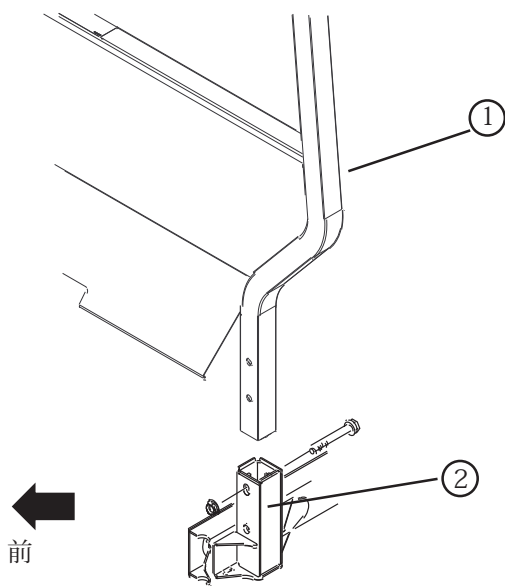

図 6
1. 図 6 のように、ROPS のそれぞれの足を、車両のフレームの左右についている取り付けブラケットに差し込む。